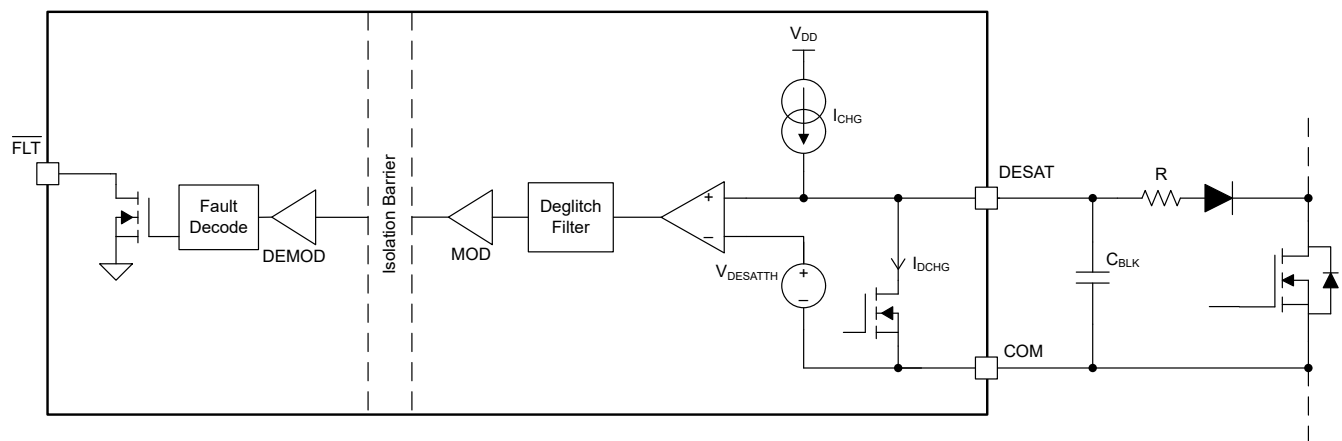
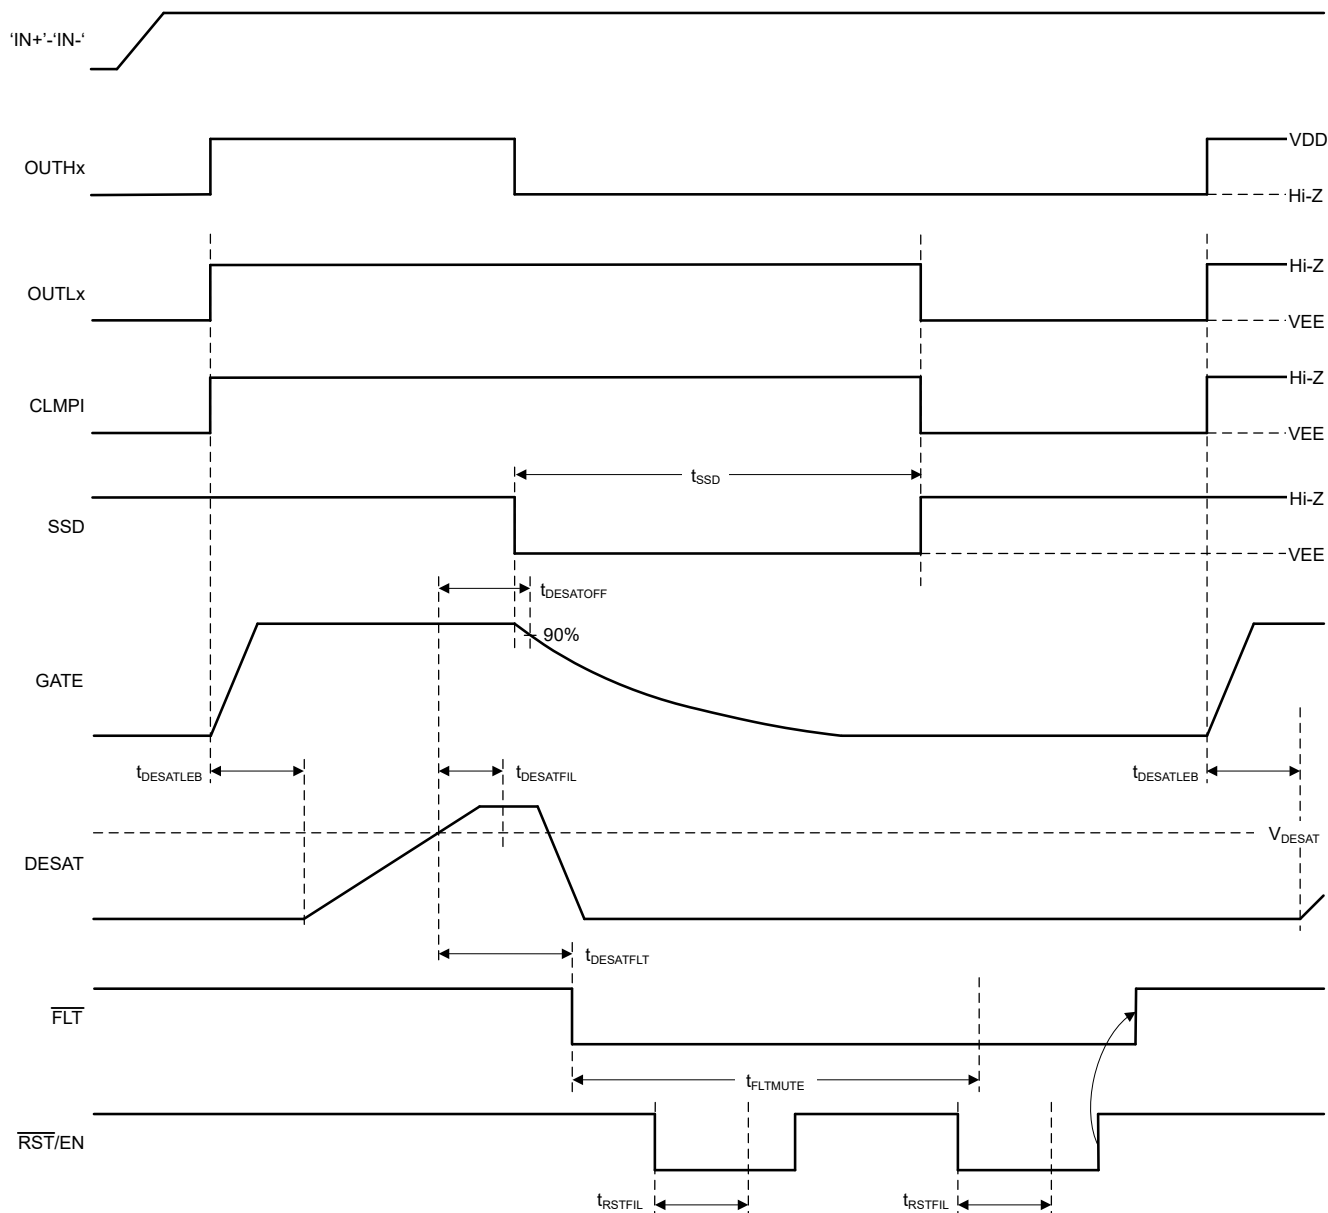
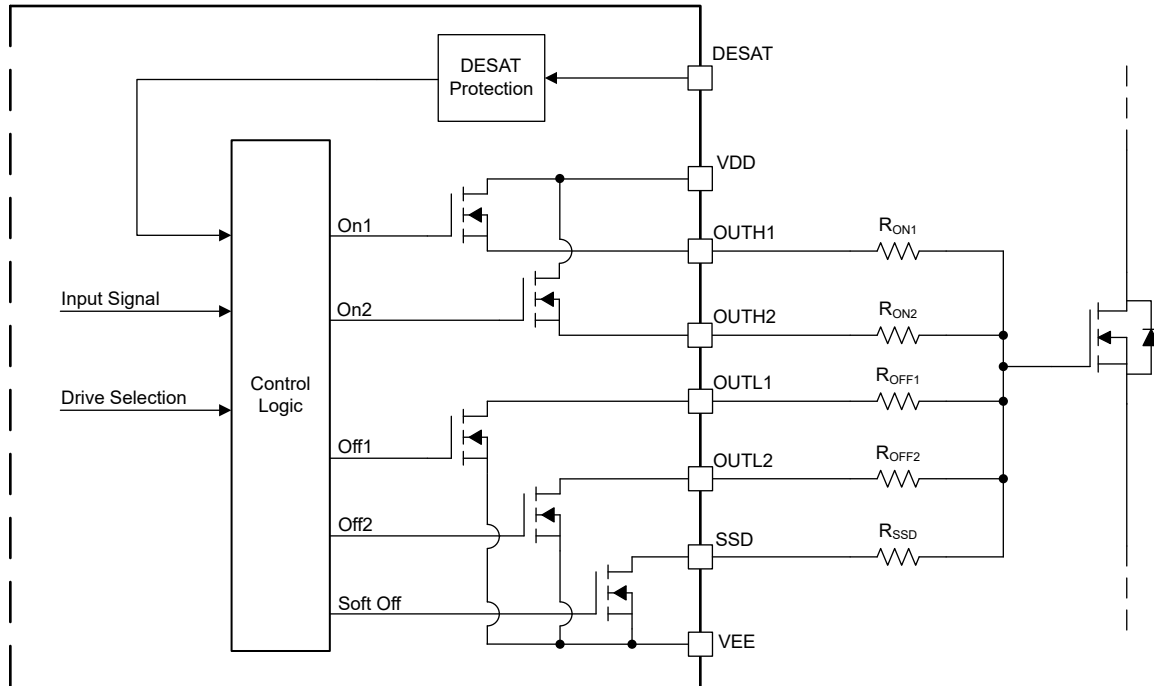

図 6-9. DESAT 保護
図 6-10. ソフト シャットダウンによる DESAT 保護のタイミング図
図 6-11. ソフト シャットダウン
UCC218302-Q1 は、故障発生時にパワー半導体デバイスを致命的な破壊から保護するため、高速な過電流および短絡保護機能を実装しています。DESAT ピンのスレッショルド $V_{DESATTH}$ は、パワー半導体デバイスのソースまたはエミッタである COM を基準としています。ドライバがオフ状態のとき、DESAT の誤動作トリガを防止するため、DESAT ピンは内部 MOSFET によってプルダウンされます。ドライバがオン状態のとき、内部電流源がアクティブになって、外部コンデンサを充電します。UCC218302-Q1 は、スイッチング過渡中のノイズによる誤トリガを防止するため、OUTHx がオン状態に切り替わった後に内部リーディング エッジ ブランキング時間を備えています。リーディング エッジ ブランキング期間中、内部のプルダウン MOSFET によって DESAT ピンがプルダウンされます。ドライバがオフになると、内部プルダウン MOSFET が DESAT ピンの電圧を放電します。図 6-9 に、DESAT 回路の簡略化されたブロック図を示します。図 6-10 に、DESAT 故障、ソフト シャットダウン、故障通知、故障リセットを示すタイミング図を示します。
DESAT 故障が検出されると、UCC218302-Q1 はソフト ターンオフ (SSD) を開始し、パワー半導体デバイスを保護します。過電流または短絡イベントが発生すると、SSD 機能はゲート電圧をゆっくりと放電し、チャネル電流による高い di/dt によってスイッチング デバイスに生じるオーバーシュート電圧を抑制します。オーバーシュート電圧と短絡エネルギーの間にはトレードオフが生じます。ターンオフ速度はオーバーシュート電圧を抑制できる程度に十分遅くする必要がありますが、同時に、デバイス内での大きなエネルギー損失によって破壊が生じないよう、シャットダウン時間が過度に長くないようにする必要があります。UCC218302-Q1 は、外付け抵抗とともに使用できる内部プルダウン FET を備えており、ゲートの放電電流を最適化できます。DESAT 故障が検出されると、OUTHx と OUTLx はハイ インピーダンスになり、ゲートはメイン ドライバ出力によって駆動されません。ゲートを放電させるために、SSD ピンの内部プルダウン MOSFET が t_{SSD} の間オンになります。この時間の後、CLMPI および OUTLx は Low に駆動され、パワー半導体デバイスをオフに保持します。図 6-11 に簡略化されたブロック図を、図 6-10 にタイミング図を示します。
- $\overline{\text{FLT}}$ ピンで通知された DESAT 故障をリセットします。ミュート時間 t_{FLTMUTE} の後で $\overline{\text{RST/EN}}$ ピンが t_{RSTFIL} より長い間 Low になると、フォルト信号はリセットされ、 $\overline{\text{RST/EN}}$ ピンに印加された次の立ち上がりエッジで $\overline{\text{FLT}}$ はハイインピーダンス状態に戻ります。図 6-10 に、タイミング図を示します。